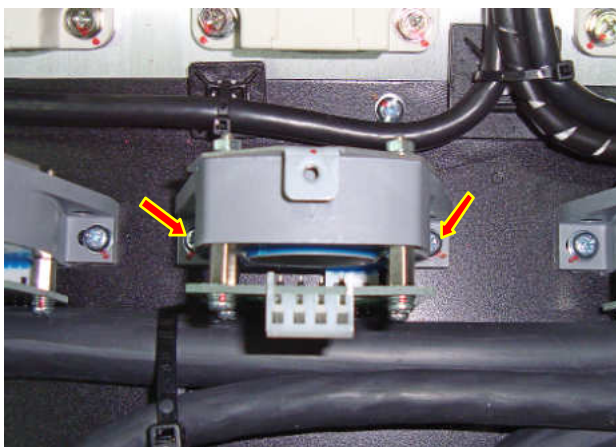

Рис. 7.25.
7.13.1. Установить датчики тока (6 шт.) на посадочные места, совместив 2 отверстия в основании датчика с резьбовыми отверстиями корпуса ПЧ. Закрепить каждый датчик двумя винтами (рис. 7.25).